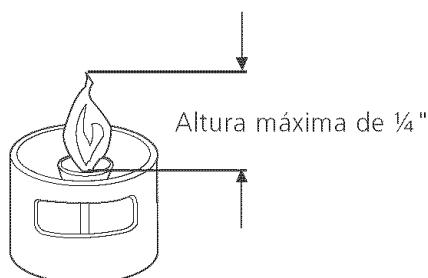

Figura 13
5. Ajuste el piloto a aproximadamente una llama de $\frac{1}{8}$ " – $\frac{1}{4}$ " (vea figura 13) de maner a que una pequeña coloración amarilla aparezca en la parte alta de la llama del piloto.